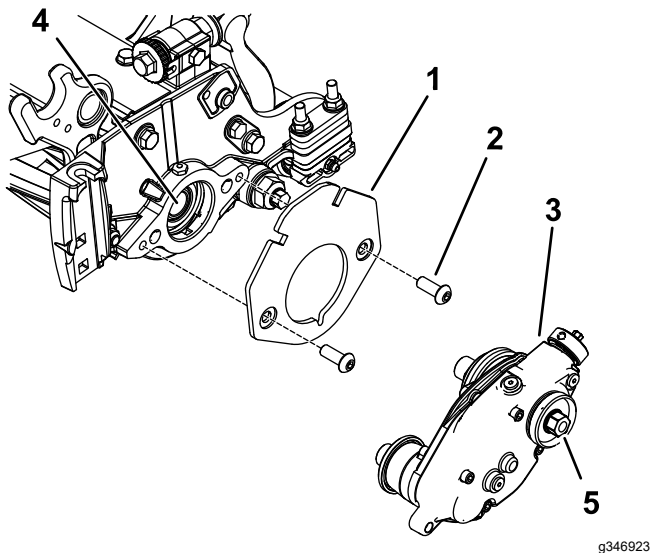

Figura 8
2. Instale o suporte do peso no cilindro com dois parafusos de cabeça sextavada, de cabeça de tremço ($\frac{3}{8}$ pol. x $\frac{3}{4}$ pol.), como se mostra na Figura 8.
Loctite® 243) nas roscas do eixo do cilindro interno (Figura 8).
4. Instale a caixa de transmissão do rastelo no eixo do cilindro (Figura 8) utilizando a cabeça sextavada na caixa da transmissão do rastelo.